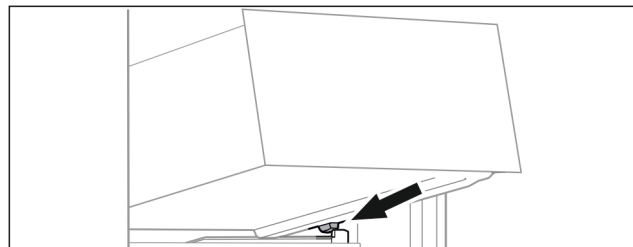

Fig. 67
- ▶ Założyć szufladę pod skosem za stoperami na żebro pojemnika. (patrz Fig. 67)